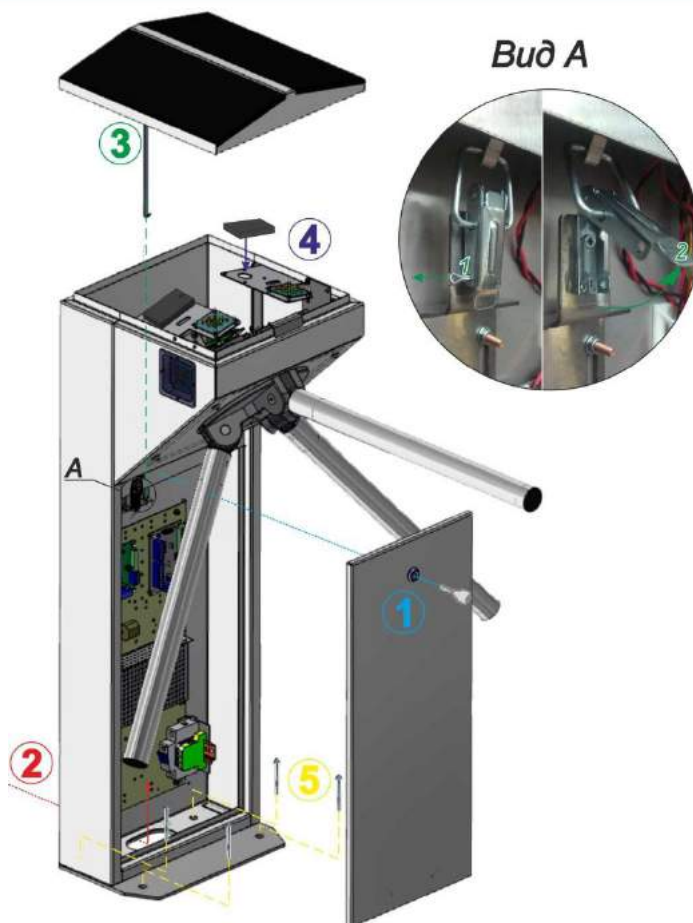

Рис. 15 – Общий вид сборки турникета-трипода «CENTURION-M» и «BASTION-M»
8) Для доступа к крепежным и технологическим отверстиям основания и клеммным колодкам турникета-трипода «CENTURION-M» и «BASTION-M» необходимо снять дверь стойки, повернув ключ замка с помощью ключа (Рис.15).
Для того чтобы снять крышку стойки, необходимо снять шплинт (1) и открыть защёлку (2), подняв её вверх (Рис.15, Вид А).